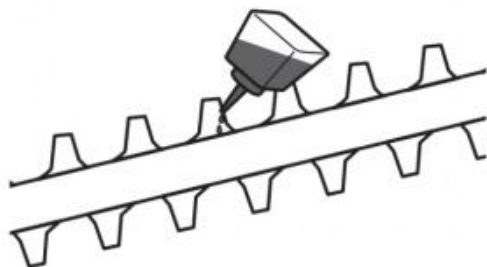

Fig. 76
2. Smörj skärbladet (D3) efter varje användning för att förlänga bladets och produktens livslängd. Applicera lätt maskinolja längs skärbladets kant (bild 76).